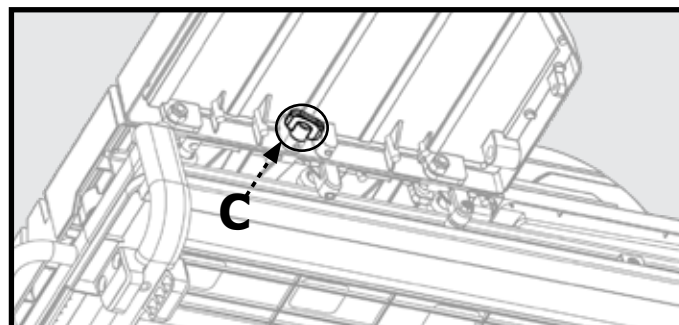

Figure 13
3. Fixez la rallonge de table à la table de travail en serrant la vis à mollette située sous la rallonge de table, comme illustré à la figure 13.